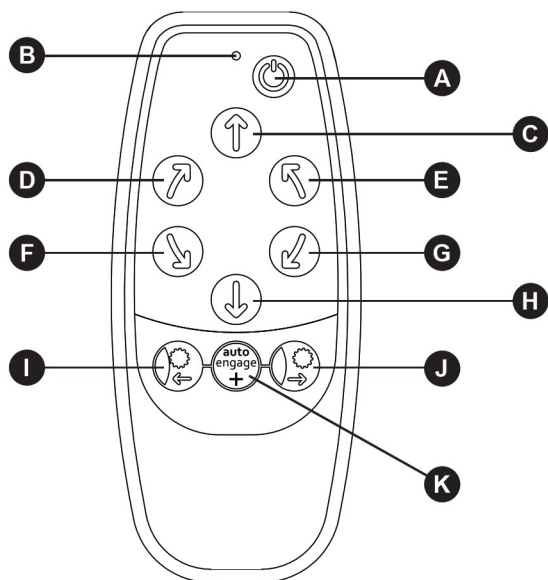

Fig. 14
Fjernbetjeningshåndsættet (1) drives af to AAA-batterier på 1,5 V. For at installere disse skal du skubbe bagsiden af håndsættet af som vist i fig. 14. Sørg for, at der kun anvendes lækagesikre batterier. Kontakt de lokale myndigheder vedrørende korrekt bortskaffelse af brugte batterier. Fjern batterierne fra håndsættet i lange perioder af inaktivitet